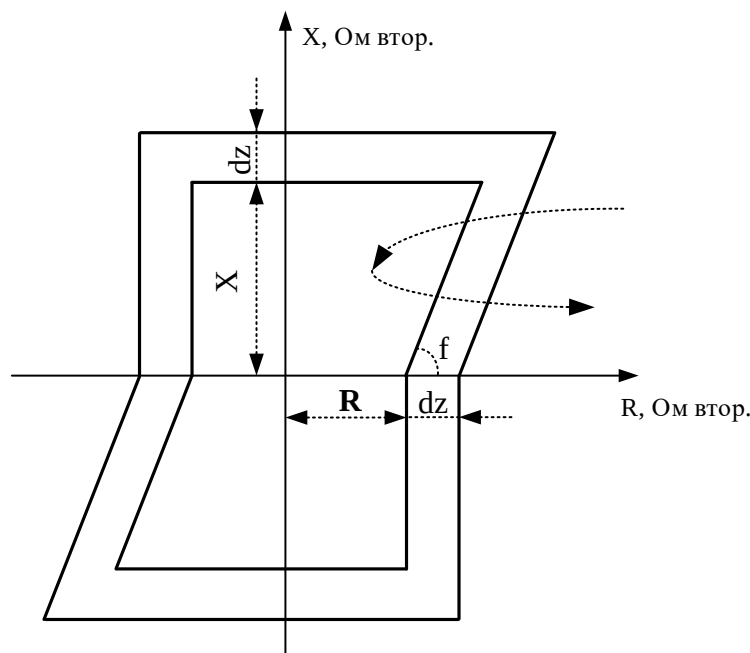

Рисунок 6.17 – Характеристика блокировки при качаниях
2. Рабочая точка перемещается из внешней зоны в зону действия (рисунок 6.17), при этом находится в дельта-зоне больше заданного времени **Tdz**. Для качаний частотой до 4–5 Гц  $Tdz=20$  мс.